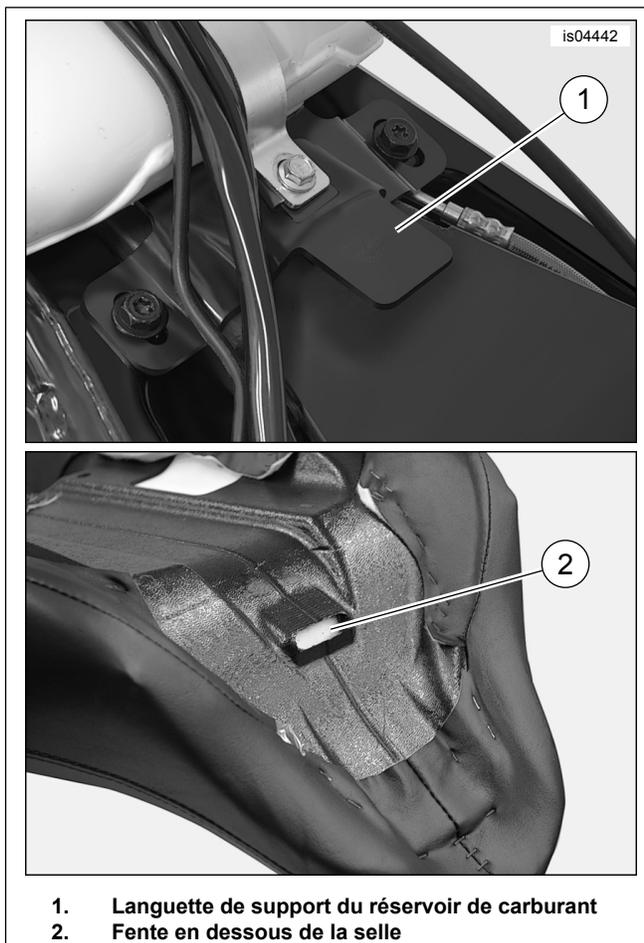

Figure 7. Support de montage avant de la selle
2. Voir la figure 7. Glisser ensuite l'arrière de la selle à travers la sangle de maintien, depuis l'avant, jusqu'à ce que la fente (2) située à l'avant sous la selle soit la patte de montage (1) sur le support arrière du réservoir de carburant.
1. Voir la figure 7. Installer la selle jusqu'à ce que la fente (2) située à l'avant sous la selle soit derrière la patte de montage du siège (1) sur le support arrière du réservoir de carburant.